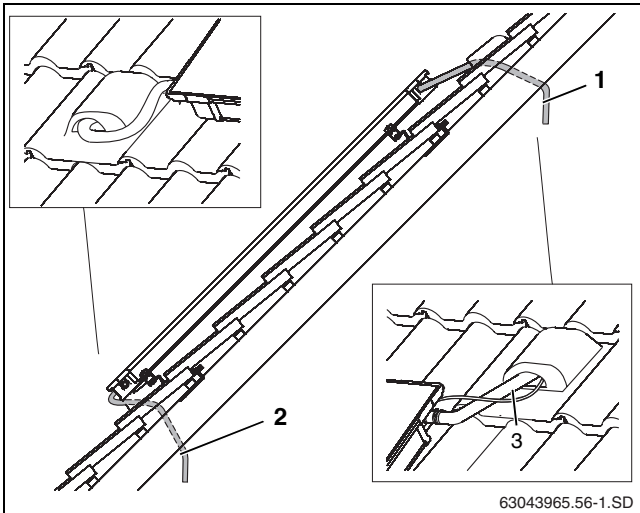

Рис. 43 Проводка соединительных линий под крышу
- ▶ Проведите шланг солнечного коллектора вместе с проводом датчика через черепицу с вентиляционным отверстием (рис. 43, [1]) и изоляцию кровли.